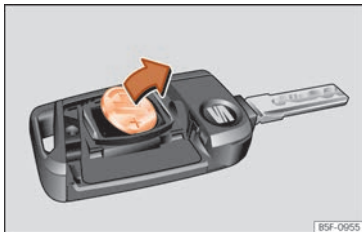

Abb. 88 Fahrzeugschlüssel: Batterie herausnehmen.
- Batterie mit einem geeigneten dünnen Gegenstand aus dem Batteriefach heraushebeln »» **Abb. 88**.
- Neue Batterie wie gezeigt ansetzen »» **Abb. 88** und entgegen der Pfeilrichtung in das Batteriefach drücken »» ⚠.